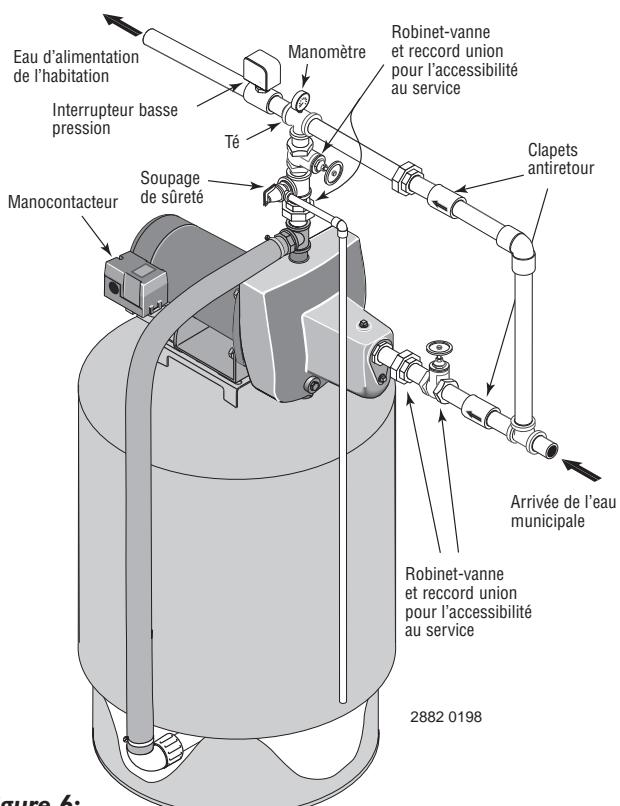

Figure 6:
2. Poser la tuyauterie comme il est illustré (Figures 6 et 7). Ne pas oublier de poser des raccords unions et des robinets d'arrêt de façon à pouvoir déposer le surpresseur pour le réparer sans avoir à interrompre l'alimentation en eau de l'habitation. Il est recommandé de poser un clapet antiretour à ressort avant le système de suppression et un interrupteur basse pression après le système de suppression (On désirera peut-être aussi remplacer le manocompteur standard par un manocompteur ayant une fonction de coupure basse pression.)